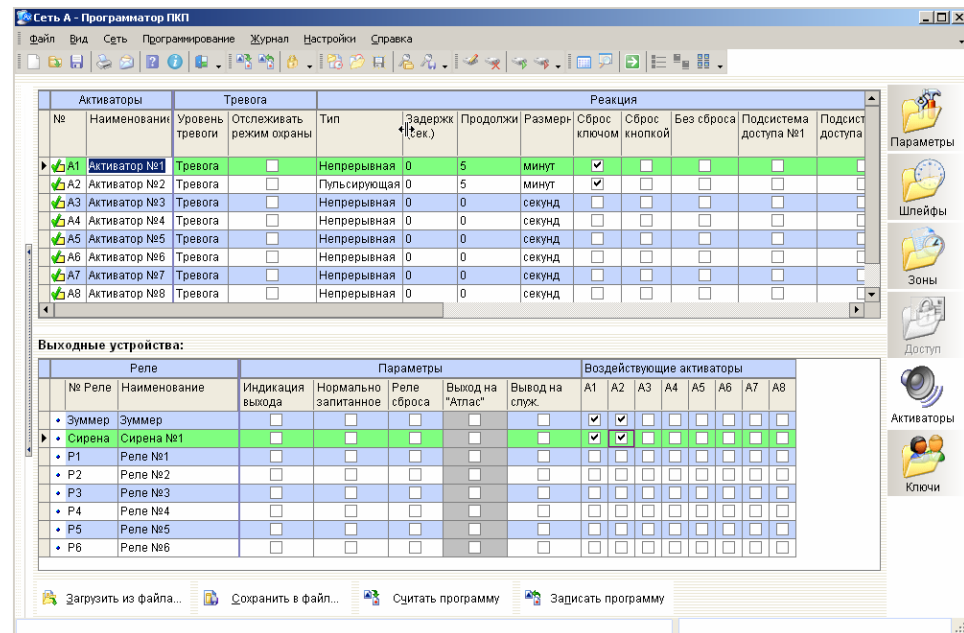

Рисунок 16
2.5.15 Открыть раздел «Активаторы» (рисунок 16) и запрограммировать активаторы для воздействия на выходные устройства (зуммер, СЗУ).